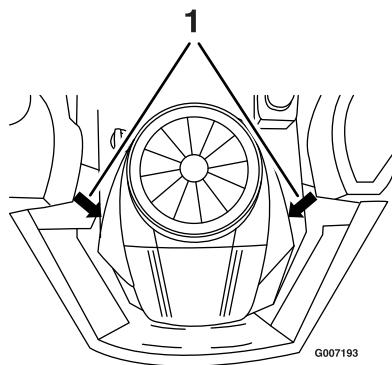

Figure 35
- 2. Débranchez le fil de la bougie (Figure 35). Nettoyez la surface autour de la bougie pour éviter que des impuretés n'endommagent le moteur en tombant à l'intérieur.
3. Reconnectez le fil à la bougie (Figure 35).